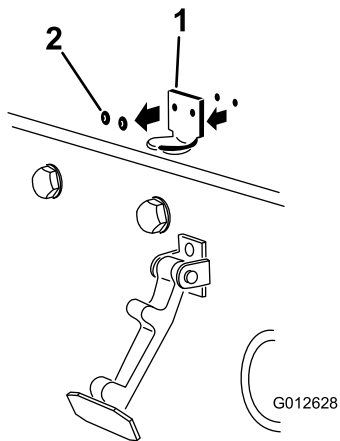

Bild 3
2. Entfernen Sie die zwei Nieten, mit denen die Halterung des Motorhaubenriegels an der Motorhaube befestigt ist (Bild 3).